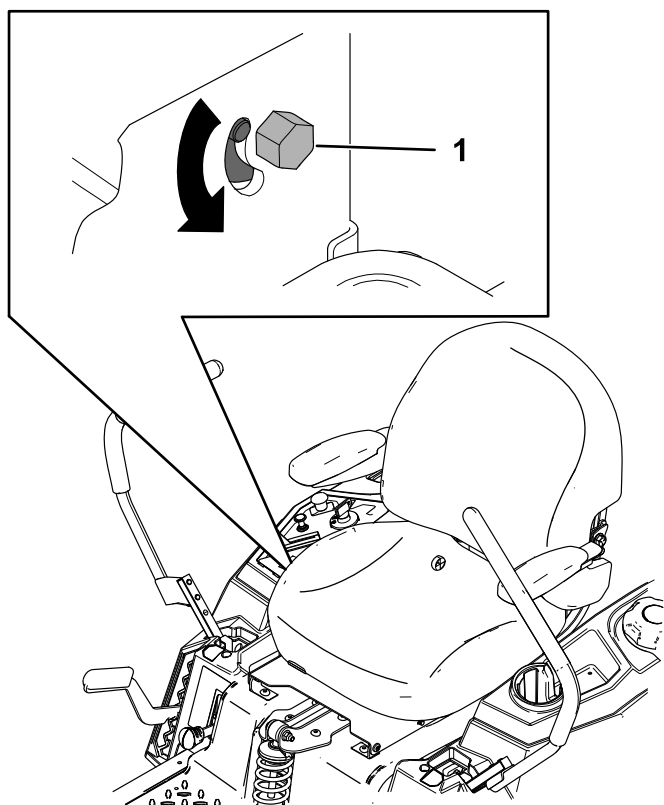

Figura 52
3. Localizați urubul de reglare a direcției de lângă maneta de control al micării pe partea care trebuie efectuată reglarea (Figura 52).